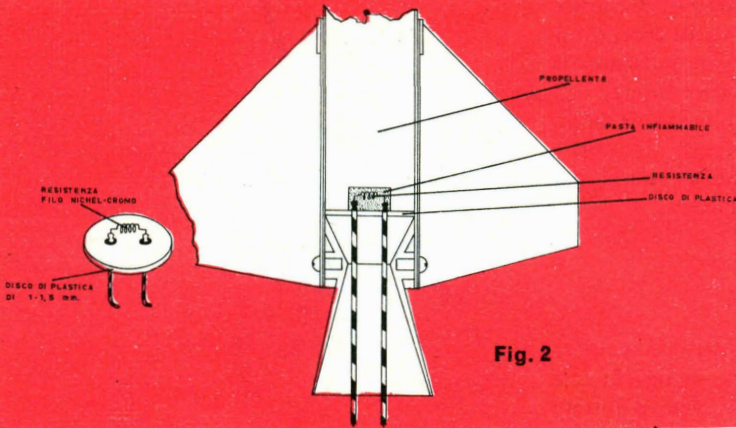

Fig. 2
a) Un **Accenditore**: (o ignitore o capsula di accensione) il quale va inserito nella camera di combustione o nell'ugello, o sul tappo motore a seconda dei vari tipi (vedi fig. 2,3,4)
L'accenditore potrà essere realizzato in maniere differenti, di cui una è mostrata in fig. 2: tale accenditore va posto nella sezione d'entrata dell'ugello ed ha quindi lo stesso diametro della camera di combustione, l'apparato è costituito da un dischetto di plastica non molto dura, dello spessore variante tra 1,0 mm. e 1,5 mm., portante una resistenza costituita da tre o quattro spire di filo di nichel-cromo, i cui estremi saranno saldati a due fili che usciranno poi dall'ugello per raggiungere la scatola di accensione.